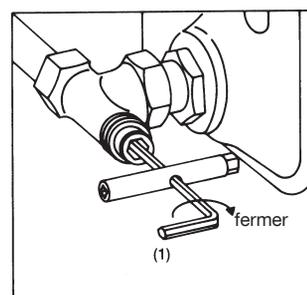

Fig. 4
- 2.2 Fermer le clapet à l'aide de la clé à six pans (clé de 4) (1) en la tournant vers la droite (fig. 4).